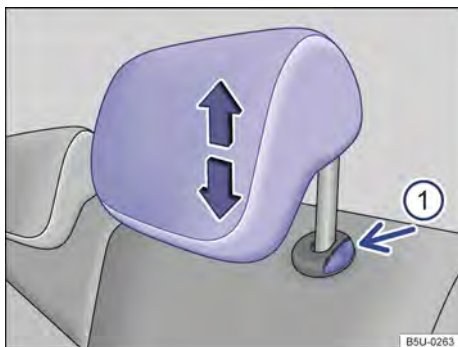

Fig. 65 Apoios para cabeça traseiros: desinstalar.
- Pressionar o botão → Fig. 65 (B) no sentido da seta. Retirar o apoio para cabeça com o botão pressionado.
- Empurrar o apoio para cabeça para baixo com o botão → Fig. 65 (B) pressionado.